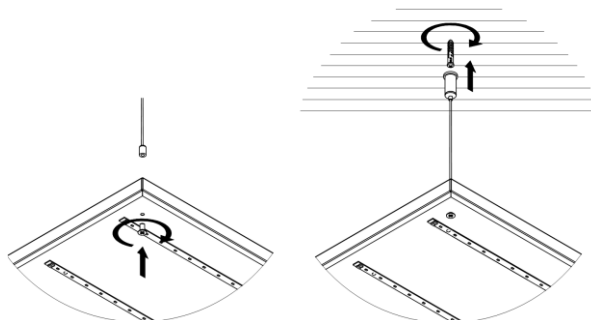

Рисунок 13 — Подвесной монтаж.
- 6.2.2. Установите на светильнике тросовые подвесы. Рекомендуется использовать комплект подвесного монтажа Geniled. Для монтажа светильника серии Офис, ЛПО необходимо 2 комплекта. См. рисунок 13.